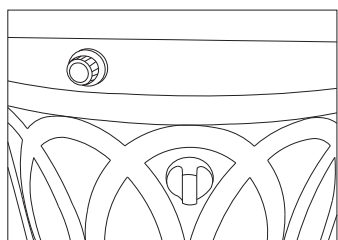
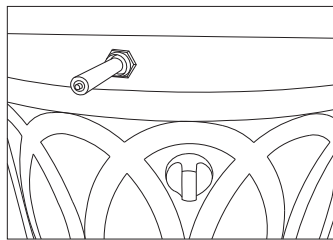
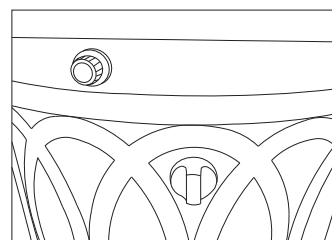

Fig. 3
Fig. 4
Fig. 5
3. Dévissez le boîtier de pile comme le montre la Fig. 3. Insérez le côté de l'électrode négative de la pile au fond du boîtier de pile comme le montre la Fig. 4. Remplacez ensuite le boîtier de pile comme le montre la Fig. 5.